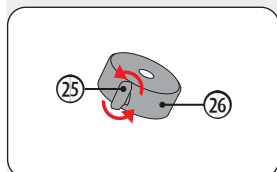

Fig. 12: Gegengewichts-Fixier-
2. Drehen Sie die Fixierschraube (25) so weit aus dem Gegengewicht (26) heraus (Fig. 12), dass sie durch das Loch nicht mehr zu sehen ist (Fig. 12).